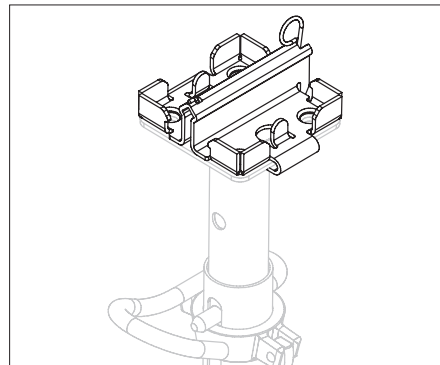

Fig. A3.02
Spingere la testa di appoggio (1) sulla piastra di testa del puntello fino a innestarla. (Fig. A3.02)